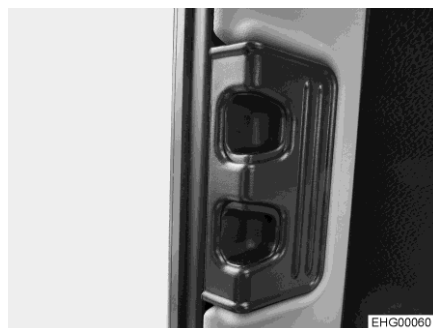

Bild 42 Låshandtag (passagerarfönster)
- Tryck in låshandtaget (Bild 42) och håll det intryckt.